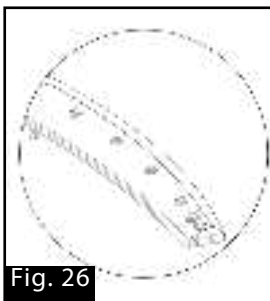

Fig. 26
7. Vérifier si le bras de pulvérisation est bloqué de quelque manière que ce soit. Si c'est le cas, utiliser un fil de fer fin pour retirer le bouchon ou rincer l'orifice avec de l'eau (Fig. 26).